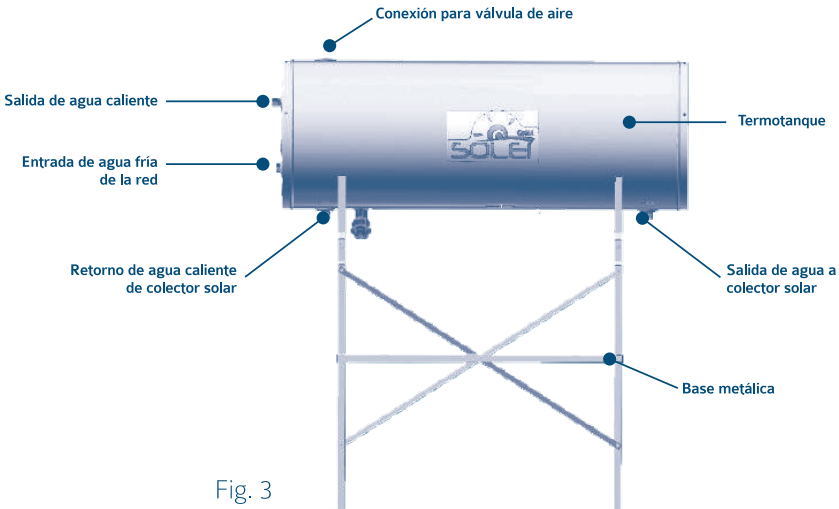

Fig. 3
El termotanque está diseñado para colocarse en forma horizontal sobre una base metálica, conforme a la Fig. 3.
1. Coloque el termotanque sobre la base de manera que la etiqueta de marca (Cinsa Solei) quede al frente, del mismo lado de los ganchos de soporte del colector (6).
2. Asegúrese que el retorno de agua caliente y salida de agua al colector solar queden afuera de los soportes H (5) centrado. Ver Fig. 3.